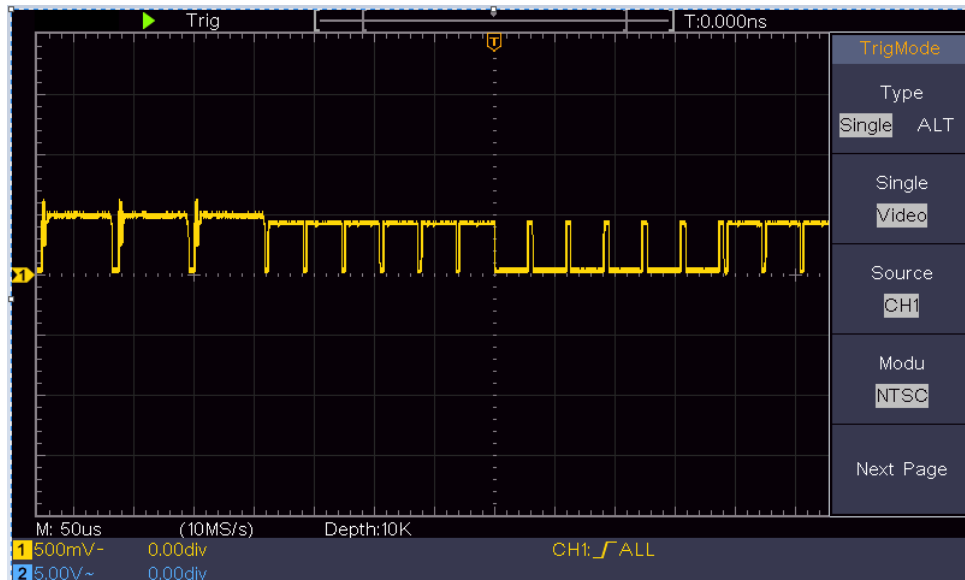

Figure 0-7 Forme d'onde capturée à partir d'un déclencheur de champ vidéo
- (1) Appuyez sur le bouton **Trigger Menu** pour afficher le menu de droite.
- (2) Dans le menu de droite, sélectionnez **Type** comme **Simple**.
- (3) Dans le menu de droite, sélectionnez **Single as Video**.
- (4) Dans le menu de droite, sélectionnez **Source** comme **CH1**.
- (5) Dans le menu de droite, sélectionnez **Modu** comme **NTSC**.
- (6) Dans le menu de droite, appuyez sur **Page suivante**, sélectionnez **Sync** as **Field**.
- (7) Tournez les boutons d'**échelle verticale**, de **position verticale** et d'**échelle horizontale** pour obtenir un affichage correct de la forme d'onde (cf. *Figure 0-7*).